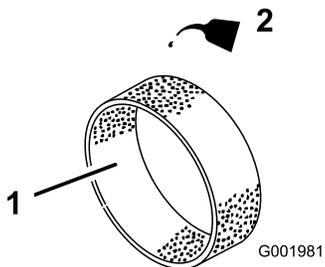

図 41
- 乾いたら新しいエンジンオイルを30-60 ml 含ませる 図 41。